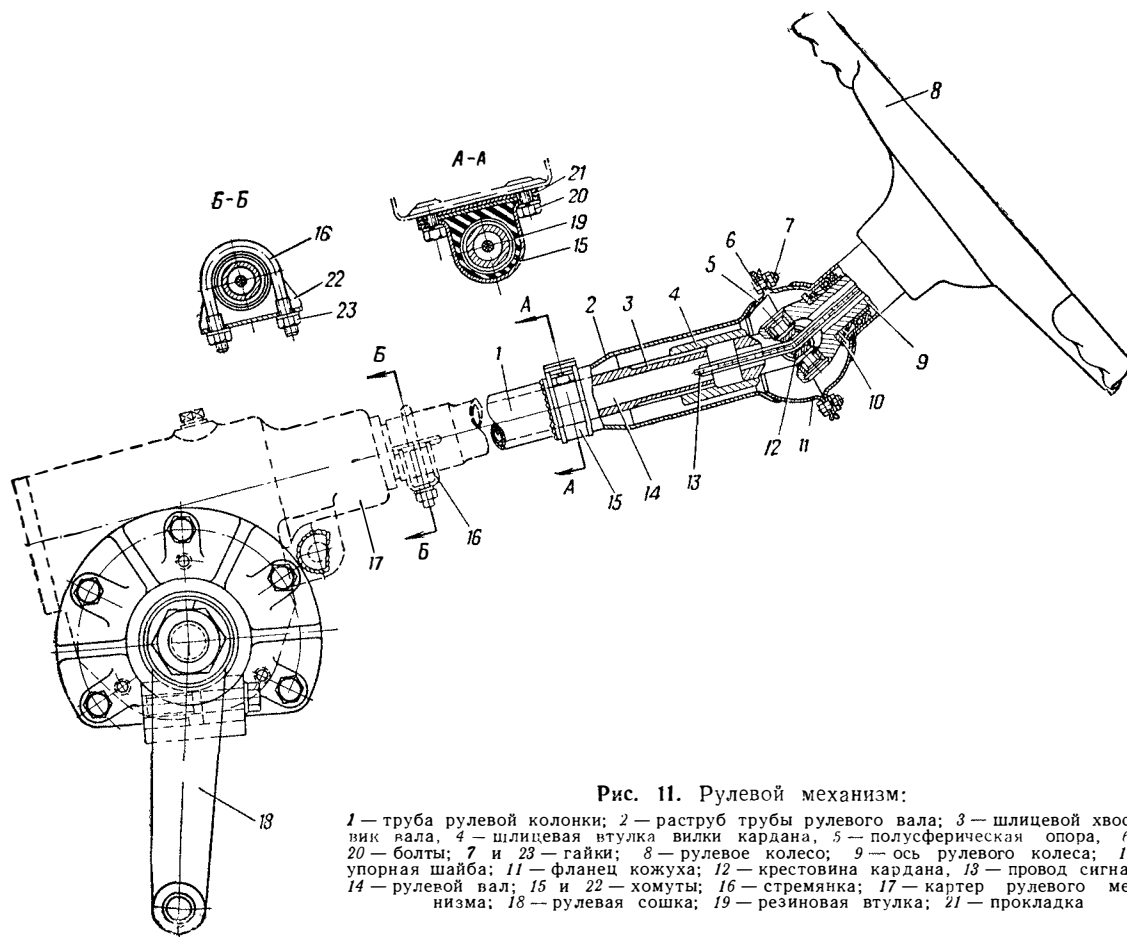

Рис. 11. Рулевой механизм:
6. Вывернуть болты 20 (рис. 11) и снять
7. Установить трубу 1 (рис. 11) в сборе в шлицы картера 17 рулевого механизма. Надеть на трубу стремянку 16, установить хомут 22 и закрепить стремянку гайками 23 с пружинными шайбами.